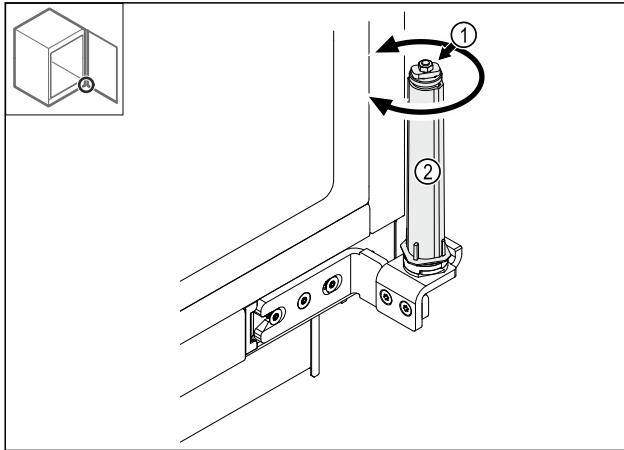

Fig. 38
- ▶ Verschraubung Fig. 38 (1) des Schließsystems nicht zerlegen.
- ▶ Schließsystem Fig. 38 (2) drehen, bis es klickt.